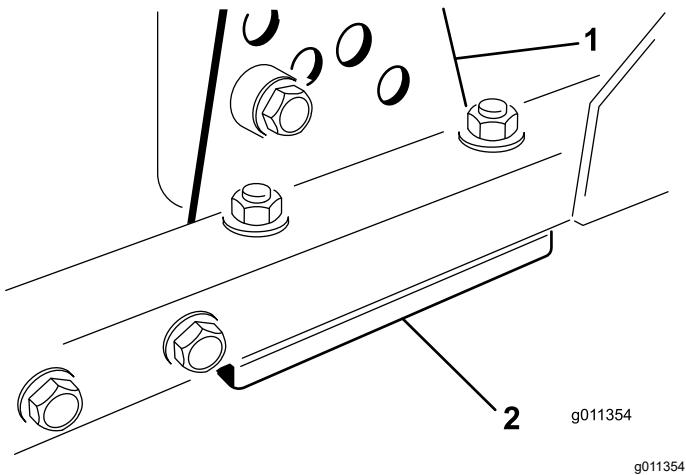

Bild 96
1. Entfernen Sie die Schnitthöhenhalterung (vorne, links oder rechts) vom Mähwerkrahmen (Bild 96).
2. Führen Sie 1,5-mm- und/oder 0,7-mm-Beilagscheiben zwischen dem Mähwerkrahmen und der Halterung ein, um die gewünschte Schnitthöhe zu erhalten (Bild 96).